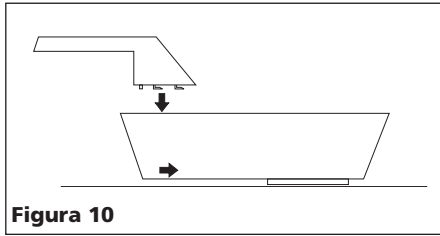

Figura 10
4. Para conectar el mango, coloque la máscara sobre una superficie plana y presione el mango hasta que calce (Vea la Figura 10).